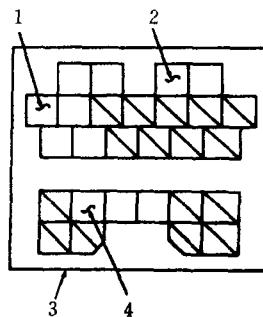

图 11 数据传输接线器（仅 ATX）——1993 年产 626 车型和 MX6 车型 2.0L (FS) 发动机
5) 如果装备手动变速驱动桥，拆下双线输出 (SPOUT) 插口短路插接块。如果装备自动变速驱动桥，用跳线连接数据传输接线器 STI (TEN) 和 GRD (地端)，参见图 11。